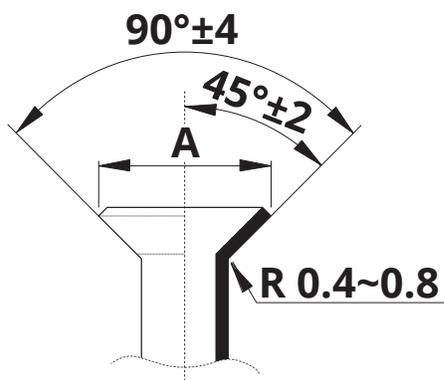

Figure 6.6
- Tournez la poignée de l'outil d'évasement dans le sens des aiguilles d'une montre jusqu'à ce que le tuyau soit complètement évasé. Évasez le tuyau en respectant les dimensions du tableau et de la **figure 6.6** ci-dessous.